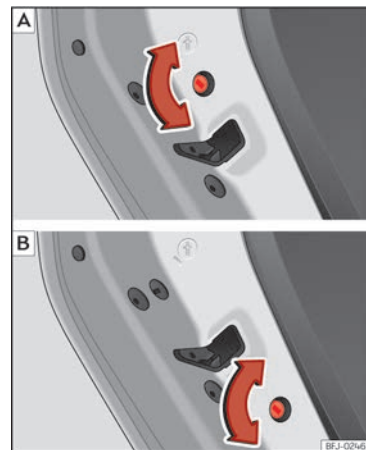

Abb. 54 Kindersicherung in der linken Tür (symmetrisch in der rechten Tür). Je nach Version oder Land ist im Fahrzeug die Modellvariante **A** oder **B** verbaut.
- Drehen Sie bei geöffneter Tür den Schlitz mit dem Fahrzeugschlüssel an den linken Türen im Uhrzeigersinn »» (Abb. 54) und bei den rechten Türen gegen den Uhrzeigersinn.
- Drehen Sie bei geöffneter Tür den Schlitz mit dem Fahrzeugschlüssel an den linken Türen gegen den Uhrzeigersinn »» (Abb. 54) und bei den rechten Türen im Uhrzeigersinn.